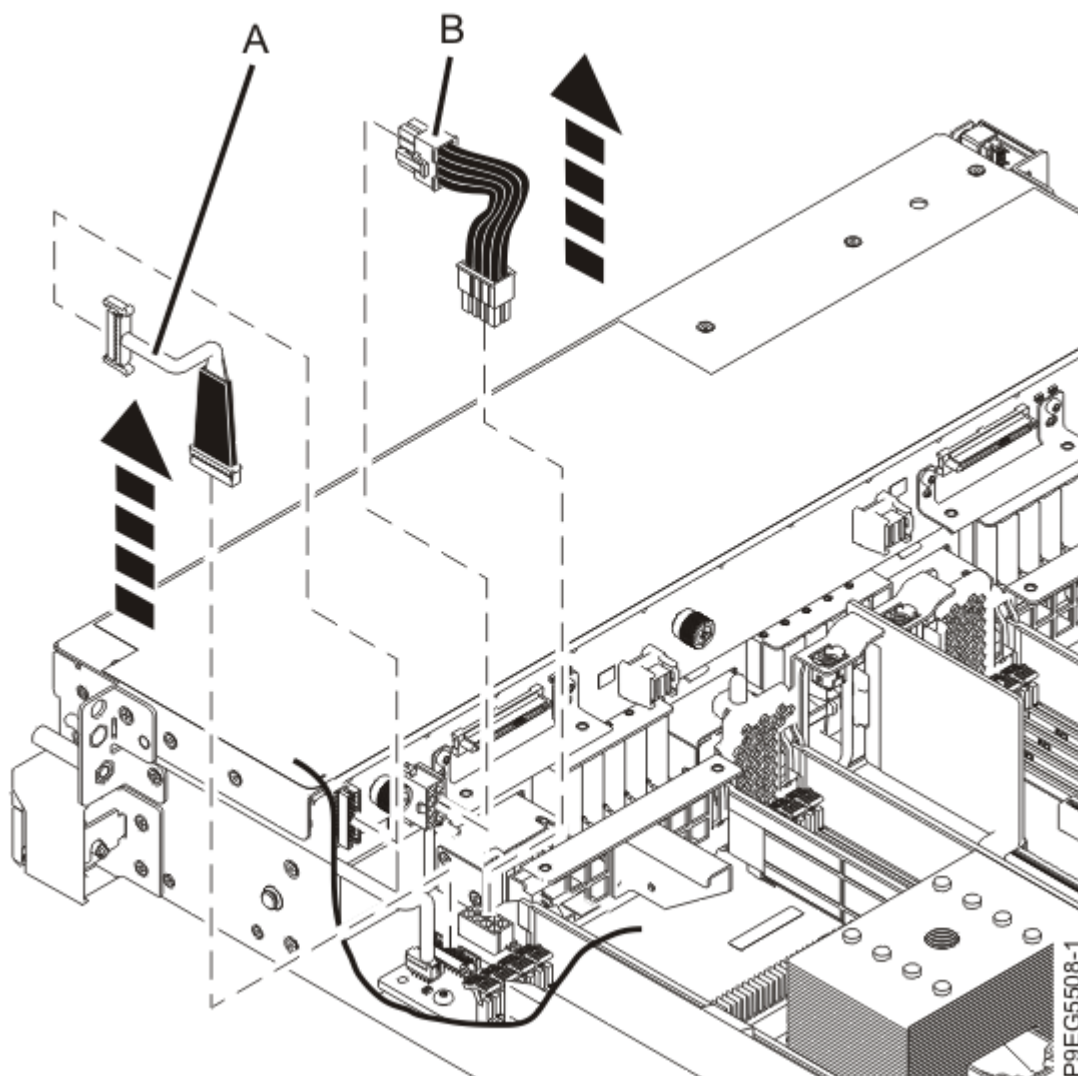

Figura 12. Desconexión del cable de señal y del cable de alimentación
7. Etiquete y desconecte el cable de señal **(A)** y el cable de alimentación **(B)** de la placa posterior de la unidad de disco, tal como se muestra en la Figura 12 en la página 15.